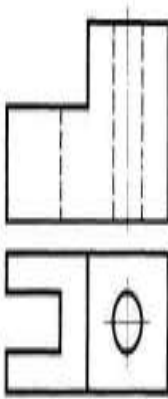

Рис. 4.9
1. Накреслити фронтальний розріз деталі (рис. 4.9).